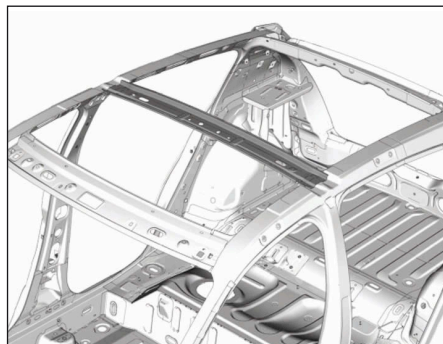

FIG.72
- Respecter la position de la pièce (Fig.72).